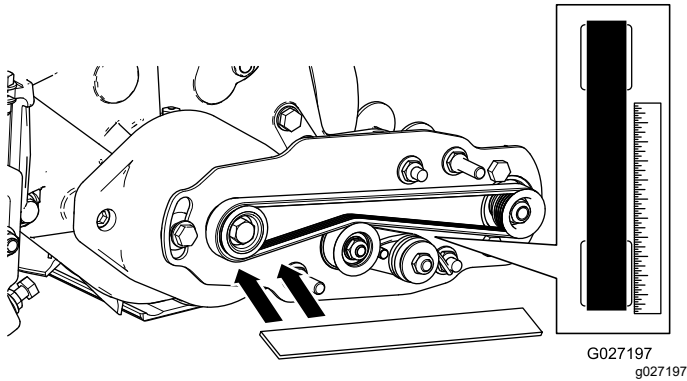

Figura 16
- Appoggiate un regolo sulla superficie esterna della puleggia **motrice** (Figura 16). **Non** appoggiate il regolo sulla puleggia motrice e la puleggia condotta.